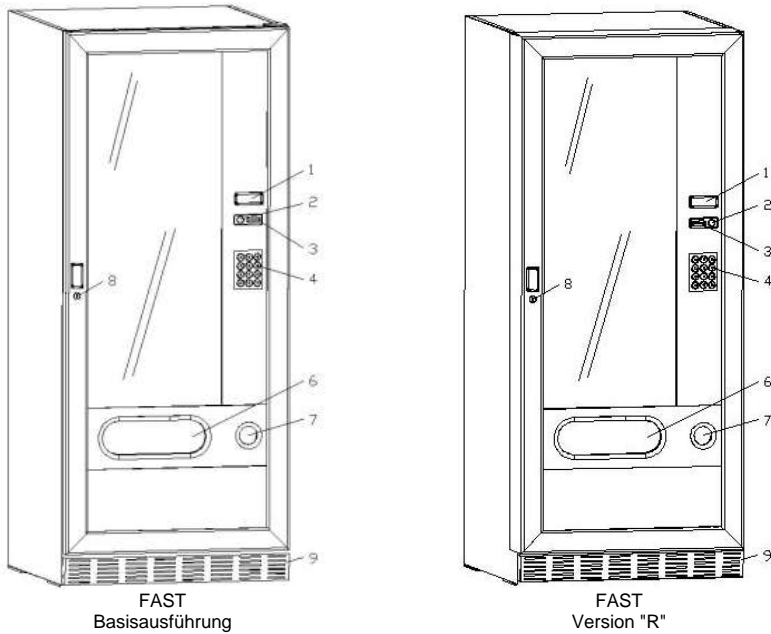

fig. 1
- Zum Anbringen der Produktschildchen siehe Punkt 5 Abb.1. Die angeschraubte Halterung des Münzschaltgerätes ausbauen und die Etiketten in die vorgesehene Tasche einstecken. Das Gerät programmieren (siehe Kap. "PROGRAMMIERUNG") und die Preise eingeben.